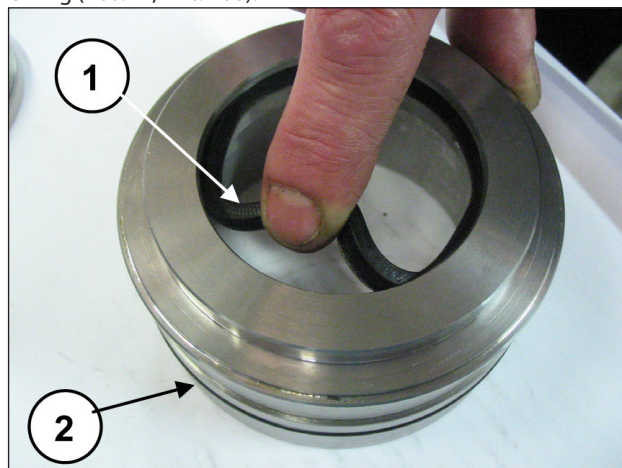

Рис. 200
Вставьте уплотнение низкого давления в опору уплотнений КС (поз. ①, Рис. 200) уплотнительной кромкой вперед (по направлению к торцу) и уплотнительное кольцо O-ring (поз. ②, Рис. 200).